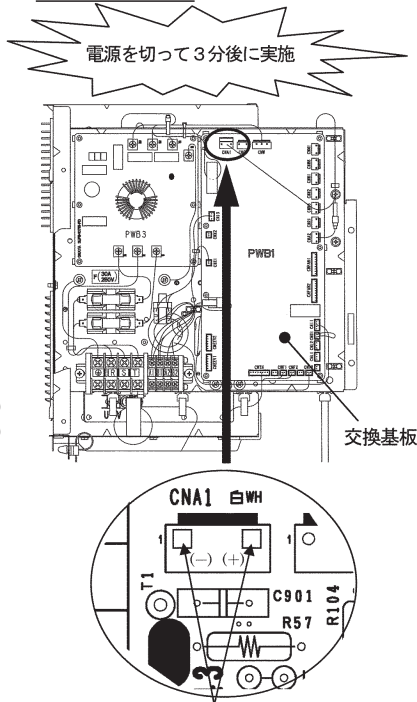

図2. 部品配置拡大図
- ① 交換作業は、**電源を切って3分後**に実施してください。
- ② コネクタ(CNA1)の両極を測定し、**電解コンデンサに充電された DC 電圧が十分に放電した事**を確認してください。(図2 参照)
- ③ コントロール基板のコネクタを外してください。
- ④ 基板上の CT1 に通している青色の配線を外してコントロール基板を交換してください。
- ⑤ 新しい基板の設定スイッチ (SW1-5) およびジャンパ線 (J11-16) の設定 の基板に合わせてください。
- ⑥ 青色の配線を交換した基板上の CT1 に通してねじを締めてください。
- ⑦ コントロール基板へコネクタを接続してください。(接続後、**半挿しが無い様**確認してください。)